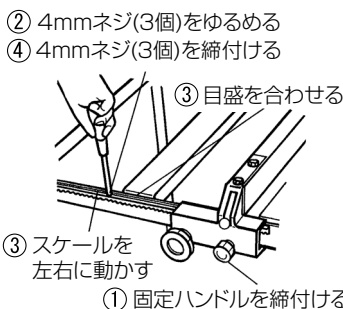

図 38
- ① 固定ハンドルを締付けます。
- ② スケールを取付けている 4 mm ネジ (3 個) を手持ちのプラスドライバーでゆるめます。
- ③ スケールを左右に動かして目盛を合わせます。
- ④ 4 mm ネジ (3 個) を締付けてスケールを固定します。(図 38)